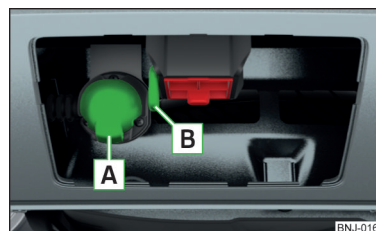

Fig. 162
- Inserire la spina del cavo del rimorchio/dell'accessorio nella presa a 13 poli **A** » fig. 162. (Se il rimorchio/accessorio dispone di una spina a 7 poli, utilizzare un riduttore corrispondente della gamma di accessori originali ŠKODA).